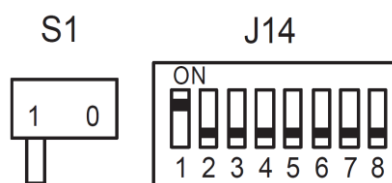

Fig. 10 - Positions des commutateurs S1 et J14
- Positionner comme suit les commutateurs S1 et J14 du module de commande (fig.10/11)